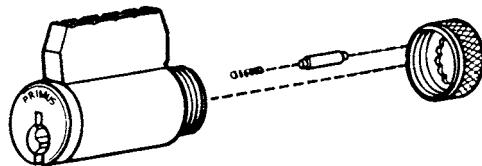

Рис. 7.38. Полностью собранный
14. Завершить сборку цилиндра, установив крышку, пружину и штырь крышки, стержень приводного пина и крышку или кулачок цилиндра врезного замка (рис. 7.38).